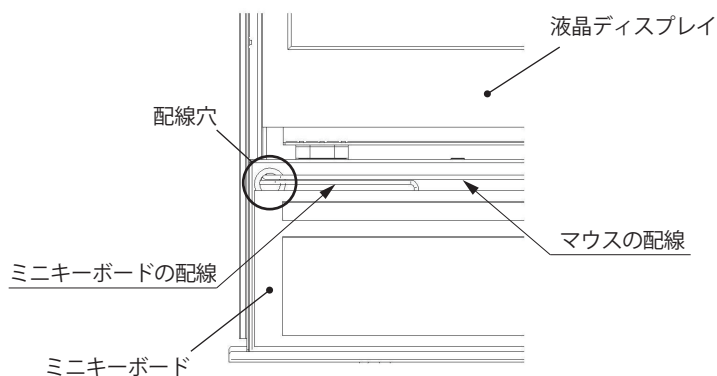

図 10
1. キーボード・マウスのコードを配線穴を使って通してください。(図 10)